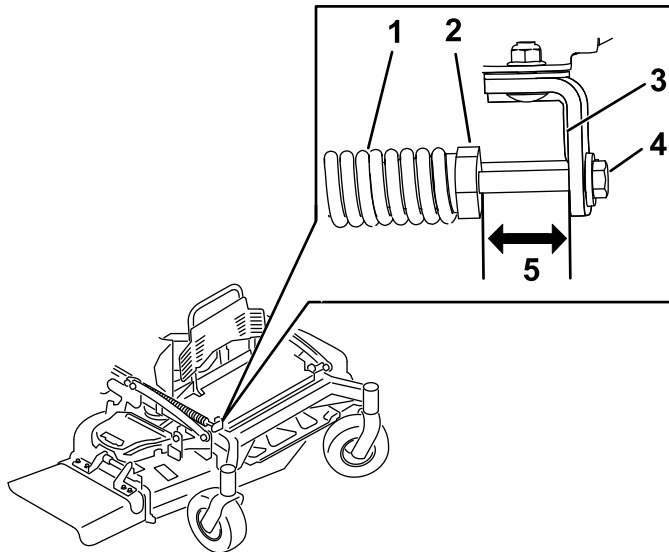

Figure 84
2. Vérifiez la distance entre l'écrou de ressort et l'arrière du support soudé (Figure 84).
3. La distance doit être comprise entre 64 et 89 mm (2,5 et 3,5 po), comme montré à la Figure 84.
4. Au besoin, réglez la distance en ajustant le boulon sur l'avant du support (Figure 84).